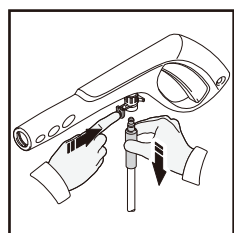
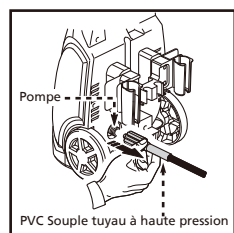

Fig. 20
Fig. 21
- Débranchez le tuyau haute pression du pistolet (Figure 20) et dévissez l'autre extrémité de l'appareil (Figure 21).